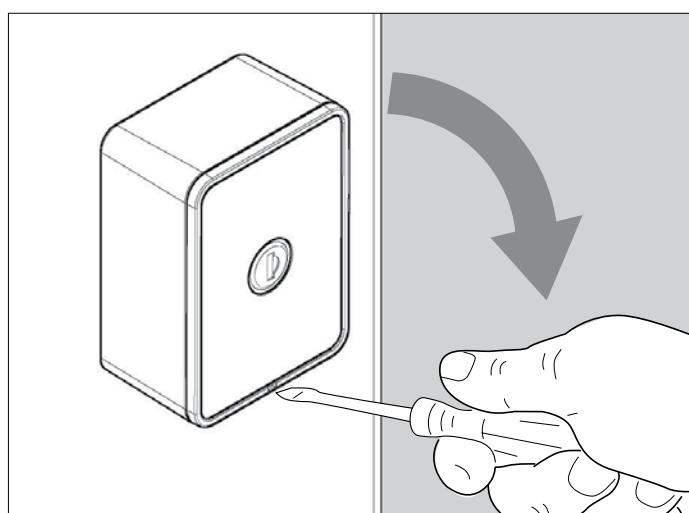
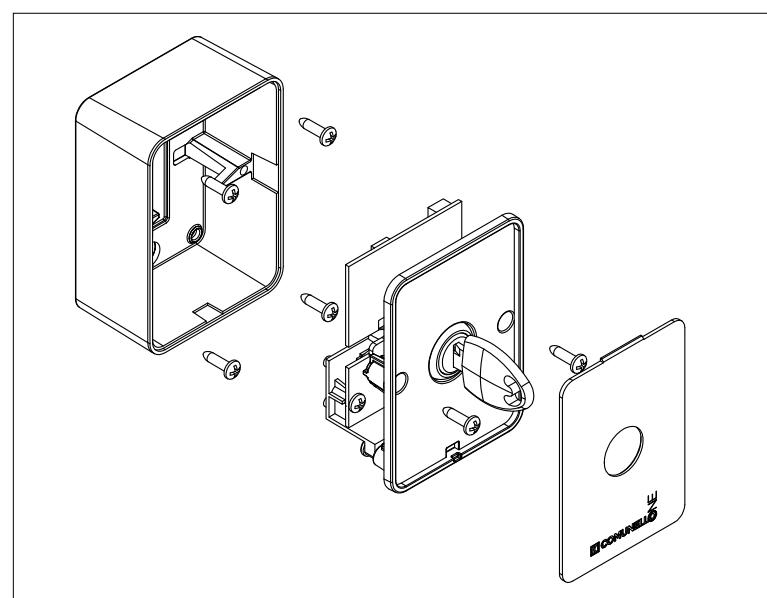

FIG. 2
FIG. 3
- Dopo aver forato la scatola ai quattro angoli, fissare il selettori a chiave alla parete (fig.2) o alla colonna (fig.3).
- Drill through the four corners of the box and then fix the key switch to the wall (Fig. 2) or post (Fig. 3).
- Après avoir percé les quatre angles du boîtier, fixer le sélecteur au mur (fig.2) ou à la colonne (fig.3).